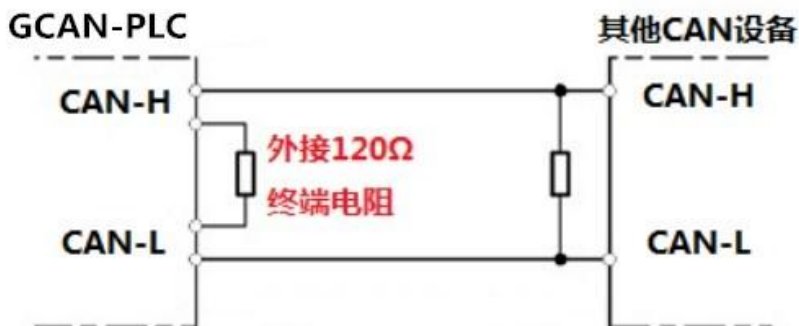

图 3.2 GCAN-GT-413 与其他 CAN 节点设备连接
为了增强 CAN 通讯的可靠性，消除 CAN 总线终端信号反射干扰，CAN 总线网络最远的两个端点通常要加入终端匹配电阻，如图 3.2 所示。终端匹配电阻的值由传输电缆的特性阻抗所决定。例如双绞线的特性阻抗为  $120\Omega$ ，则总线上的两个端点也应集成  $120\Omega$  终端电阻。如果网络上其他节点使用不同的收发器，则终端电阻须另外计算。
**请注意：**GCAN-GT-413 的 CAN 总线内部未集成  $120\Omega$  终端电阻。如果节点数目大于 2，中间节点不需要安装  $120\Omega$  的终端电阻。需要使用时，将电阻两端分别接入 CAN\_H、CAN\_L 即可，如图 3.2 所示。